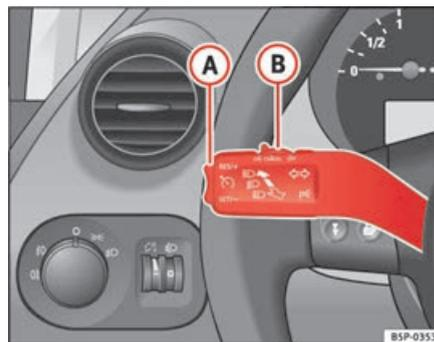

Fig. 149 Levier des clignotants et de l'inverseur-codes : contacteur et touche à bascule pour le régulateur de vitesse
- Appuyez sur la partie supérieure **RES+** de la commande à bascule ⇒ fig. 149 **B** pour augmenter la vitesse. Tant que vous maintenez enfoncée la commande à bascule, le véhicule accélère. Lorsque vous lâchez la commande à bascule, la nouvelle vitesse est mémorisée.
⇒ page 188, fig. 149 **A**.